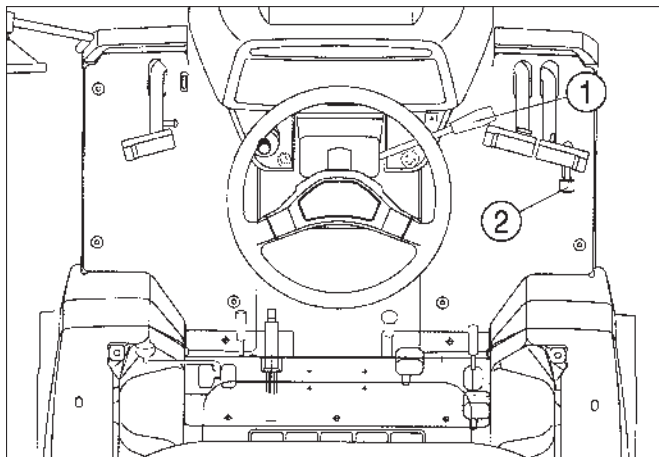

Fig. 20
FIG. 20: Levier d'accélération (1) – Règle le régime moteur et reste à la position choisie par l'utilisateur. Avec le levier vers l'avant (→), le moteur tourne au ralenti. Le régime moteur augmente à mesure que le levier est tiré vers l'arrière (←).